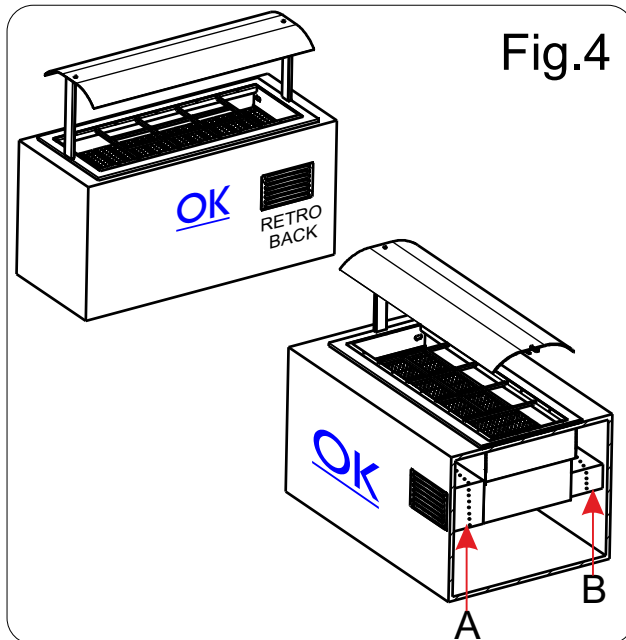

Fig.4
- 3- CREATE 2 GRIDS OUTSIDE THE CONTAINER FURNITURE (BOTH ON CONDENSER AND COMPRESSOR SIDES) SEE FIG 4.
- 3- SCHAFFEN SIE 2 GITTER AUSSERHALB DES EINBAUSCHRANKS (KONDENSATORSEITE UND KOMPRESSOR SEITE) siehe Abbildung 4